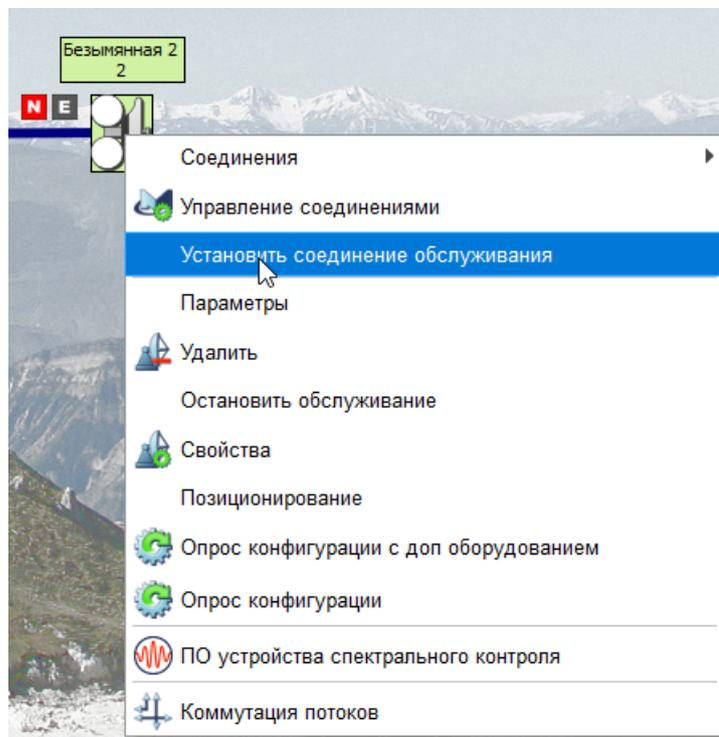

Рис. 53
4.2.8.6. При использовании в одной NP сети нескольких одновременных соединений могут возникнуть ситуации, при которых какие-либо станции будут недоступны через назначенное для них по умолчанию соединение. В этих случаях оператору предоставляется возможность изменить используемое для обслуживания станции соединение с помощью пункта контекстного меню станции "Установить соединение обслуживания", как показано на рис. 53.